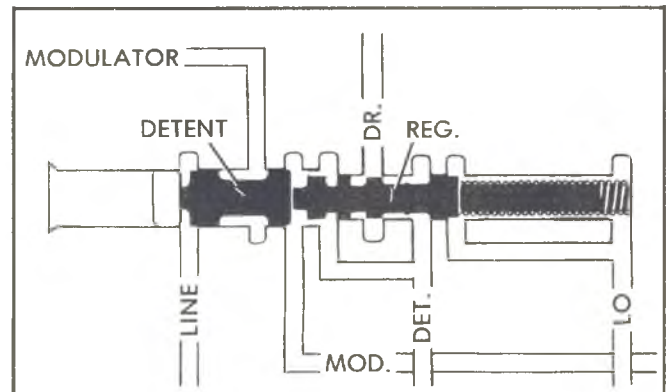

Fig. 14T-Detent Valve and Detent Regulator Valve
**Detent Valve (Fig. 14T)**
**Detent Regulator Valve (Fig. 14T)**